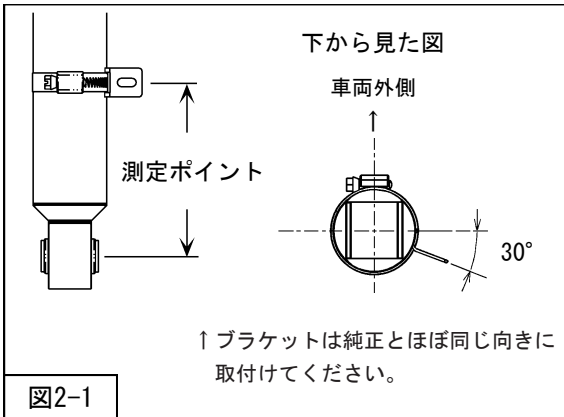

図2-1
1. 本製品にはブレーキホースを固定するため、汎用ブラケット（ブラケット+ホースバンド）を同梱しています。図を参考に、汎用ブラケットをフロントサスペンションASSYに固定してください。（図2-1）